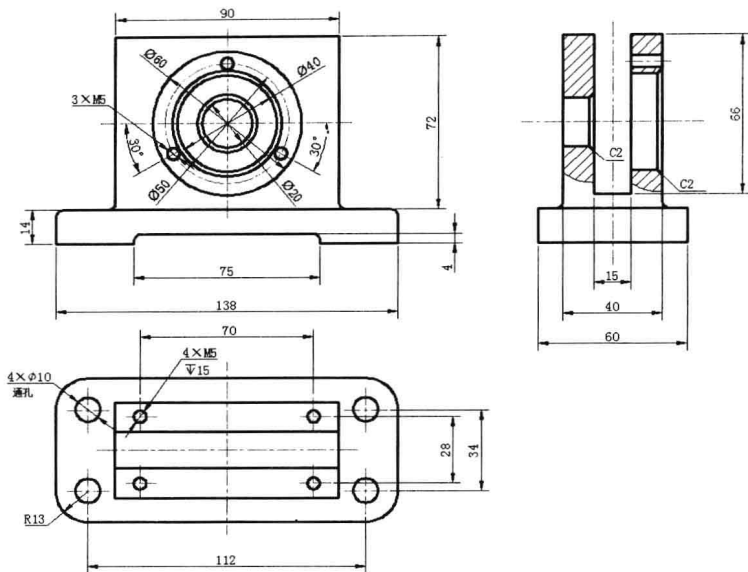

图 11-1-25
(28) 在文字输入框中按粘贴快捷键“Ctrl+V”，粘贴孔深标记符号，并输入孔深数值，单击“关闭文字编辑器”按钮, 结束多行文字操作。尺寸标注如图 11-1-25 所示。